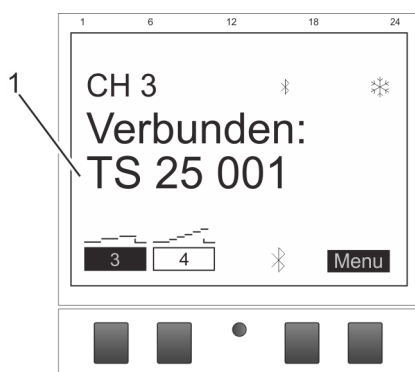

Abb. 10: Kanalerweiterung ist mit Verteilerschaltuhr verbunden
6. Die Kanalerweiterung zeigt bei aktiver Verbindung den Namen des verbundenen Geräts an (Abb. 10/1).